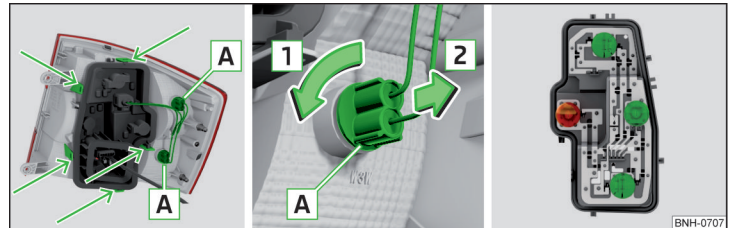

Abb. 276 Äußerer Teil der Leuchte / Glühlampe herausnehmen / Lampenhalter
- › Die Fassung mit der Glühlampe **A** in Pfeilrichtung **1** drehen » Abb. 276.
- » Abb. 276 und den Lampenhalter aus der Leuchte herausnehmen.